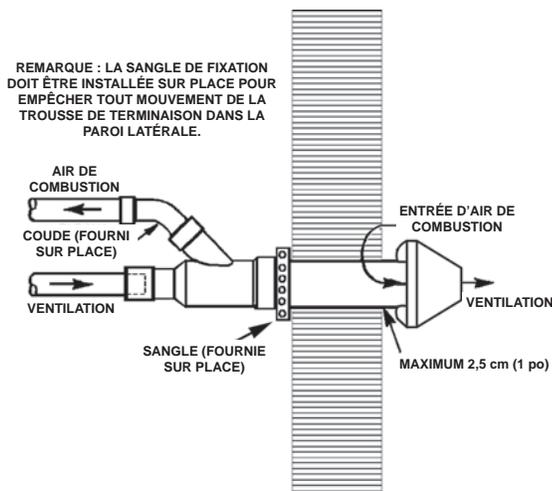

Figure 31
6. S'assurer que la connexion en Y est orientée de sorte que le côté entrée d'air du Y est sur le dessus, voir Figure 31.
7. Fixer l'ensemble à la structure tel qu'illustré dans la Figure 31 à l'aide du cerclage en métal fourni sur site ou de matériaux de support équivalents.
8. Cimenter les tuyaux d'air de combustion et de ventilation du chauffe-eau à l'ensemble terminaison de ventilation concentrique. Voir Figure 31 pour une orientation et un raccordement de tuyau appropriés.